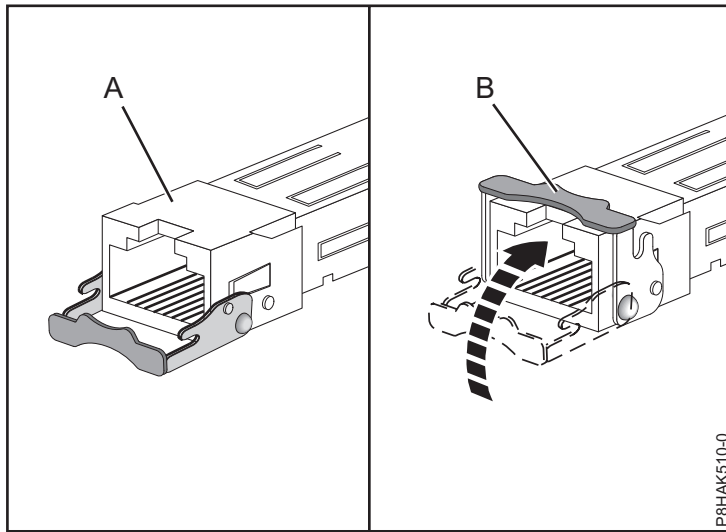

Figura 33. Substituir transmissores-receptores SFP no adaptador
- b. Deslize o transmissor-receptor (A) no hardware do adaptador.
- c. Com o trinco (B) na posição aberta, empurre o trinco ao rodá-lo para cima e no sentido da placa, como demonstrado em Figura 33 na página 51.